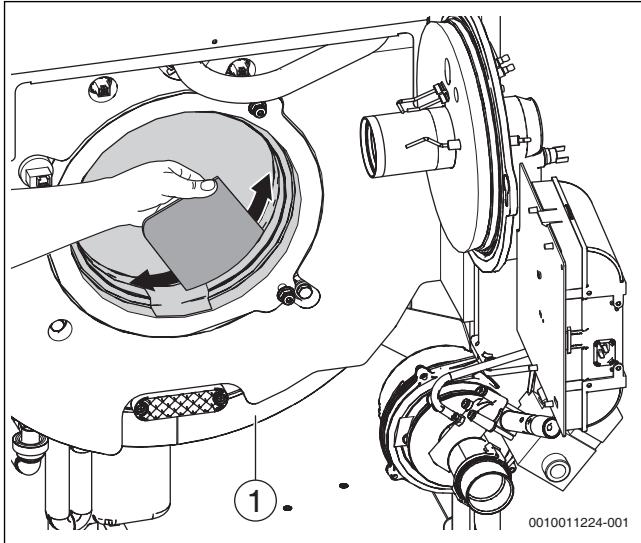
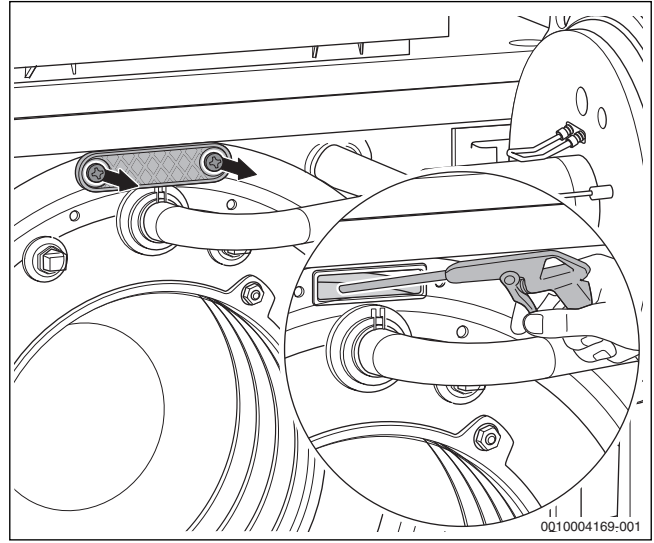

Bild 77 Heizgasspalte mit Reinigungsspachtel reinigen
Bild 78 Wärmetauscher mit Sprühlanze reinigen
- ▶ Reinigungsdeckel (→ Bild 77, Seite 48, [1] und Bild 78) abnehmen.
- ▶ Heizgasspalte mit Reinigungsspachtel reinigen (→ Bild 77, Seite 48).